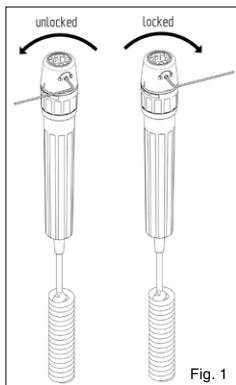

Fig. 1
- Les instruments montés peuvent être sécurisés pour éviter tout retrait non autorisé en procédant comme illustré à la fig. 1 à l'aide d'une clé à six pans.
- Los instrumentos insertados pueden ser asegurados contra la retirada no autorizada utilizando la llave allen suministrada según el procedimiento de la fig. 1.